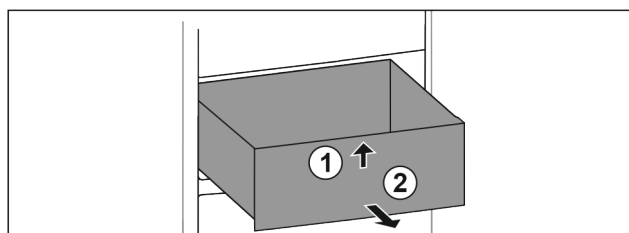

Fig. 70
- ▶ Løft skuffen fremefter. Fig. 70 (1)
- ▶ Tag skuffen ud fremefter. Fig. 70 (2)